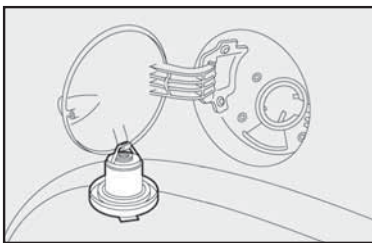

fig. 121
3) Após a retirada da tampa, encaixá-la no suporte existente na portinhola fig. 121.